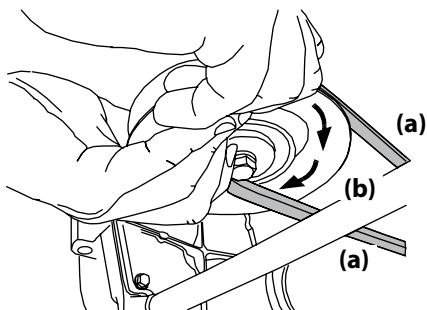

Figura 4-12
- d. Mientras sostiene la correa de la PTO (a) hacia abajo, siga girando la polea de la PTO (b) hasta que la correa de la PTO (a) se deslice fuera de la polea (b). Consulte la Figura 4-12.
11. Tire del lado derecho de la correa de la PTO hacia atrás y coloque el lado V angosto de la correa de la PTO en la polea de la PTO. Vea la Figura 4-12.
12. Mientras sostiene la correa de la PTO y la polea de la PTO juntas, rote la polea de la PTO hacia la izquierda (Vea la Figura 4-12). Siga sosteniendo y rotando la polea de la PTO y la correa de la PTO hasta que la correa de la PTO se enrolle totalmente en la polea de la PTO.